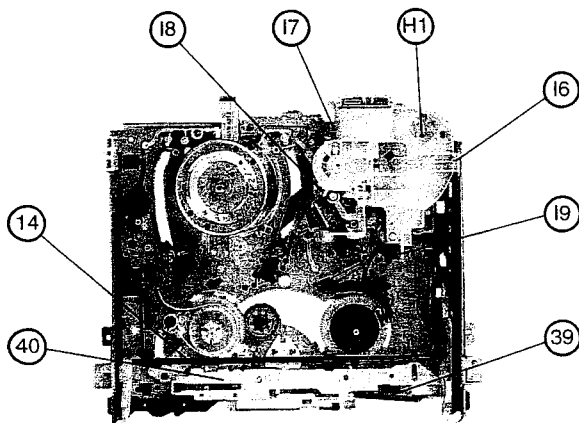

fig. 10
4) AUSTAUSCHEN DES FUNKTIONSKONTROLLMOTORS: (Abb. 10 und 11)
4) REPLACEMENT OF THE FUNCTION CONTROL MOTOR: (fig. 10 and 11)
5) AUSTAUSCH DER FUNKTIONSSTEUERNOCHE: (Abb. 10, 12, 13 und 14)
- Die Antriebsachse (14) der Kassettenshalterung ausbauen.
- Die Feder (39) und die Gleitschiene (40) entfernen.
- Die Andruckrolle (1) und den Hebel (25) entfernen.
5) REPLACEMENT OF THE CONTROL CAM: (fig. 10, 12, 13 and 14)